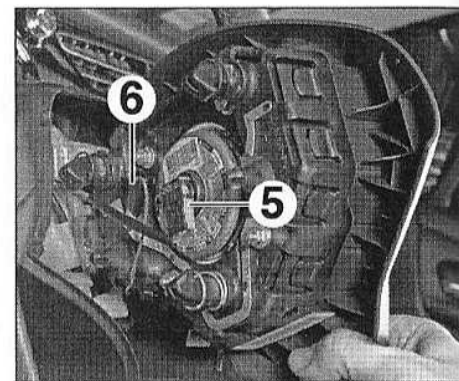

FIG.2
- Déverrouiller et débrancher le connecteur (5) (Fig.2).
- Débrancher le connecteur (6).